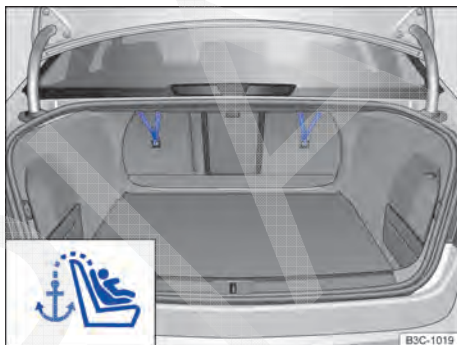

Fig. 83 Cintos de fixação superiores encaixados no compartimento de bagagem.
- Enganchar o cinto de fixação superior no compartimento de bagagem, no respectivo olhal de retenção \Rightarrow Fig. 83.